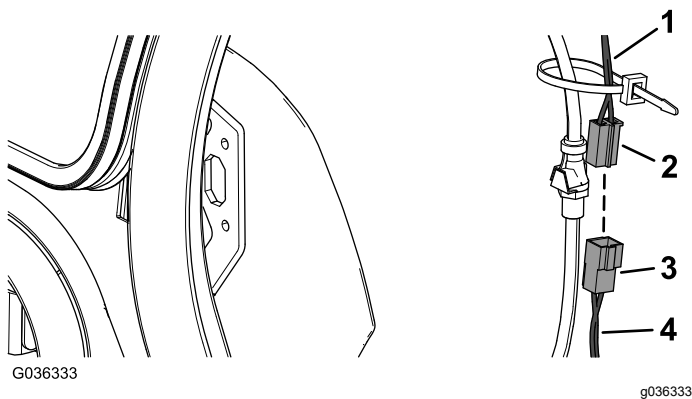

Bild 9
1. Schließen Sie den Stecker am Kitkabelbaum an der Buchsenstecker am Kabelbaum der Kabine an (Bild 9).